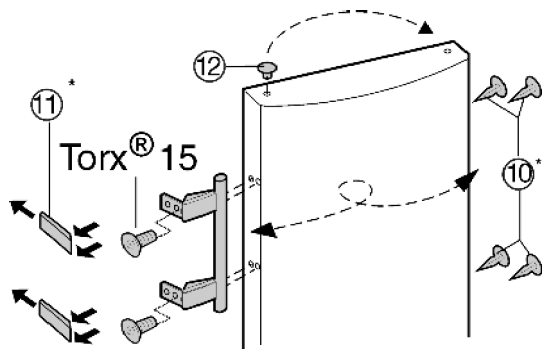

Рис. 7
- ▶ Выньте заглушку (рис. 7 (12)) из втулки подшипника двери и переустановите ее с противоположной стороны.
- ▶ Отсоедините ручку двери, заглушки (рис. 7 (10)) и прижимные пластины (рис. 7 (11)) и переставьте их на противоположную сторону.